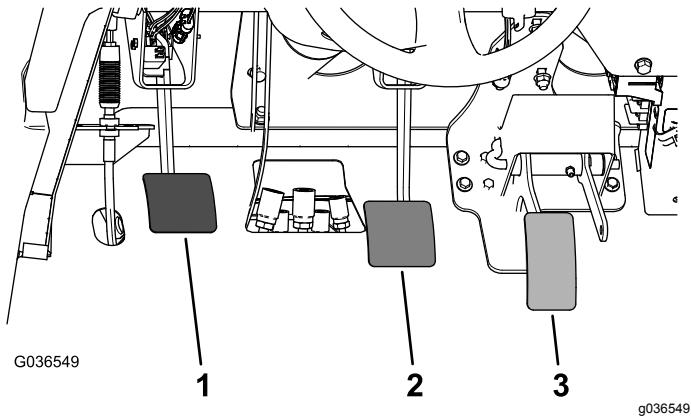

Figura 66
2. Levante o pedal de travão (Figura 66) até que este entre em contacto com a estrutura.
3. Desaperte as porcas de retenção que fixam a culatra ao eixo do cilindro principal (Figura 66).